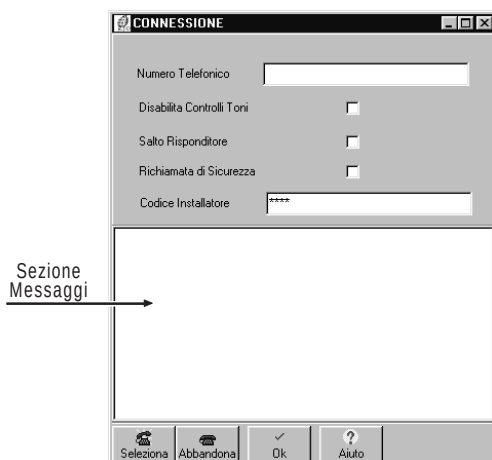

Fig. 3.21 - Finestra Connessione
3. Selezionare la voce di menù "**Modem** ⇒ **Connessione**": verrà aperta la finestra "CONNESSIONE" visibile in Fig. 3.21